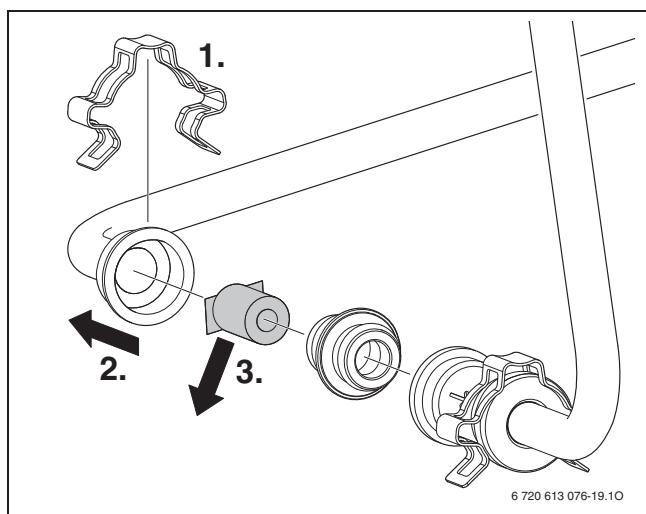

Рис. 38
- ▶ Отвернуть трубу холодной воды (→ рис. 3, [24]) и проверить загрязненность фильтра (→ рис. 38).